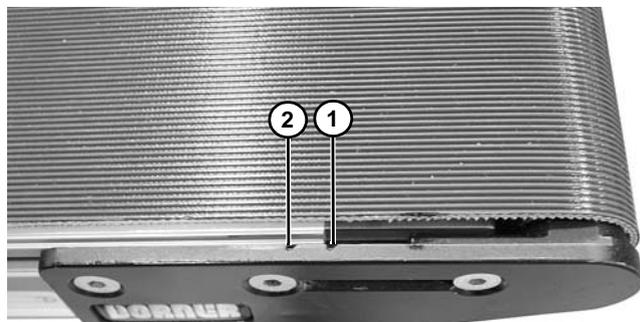

Figure 55
- Régler l'ensemble de plaque de tête de façon que le châssis du convoyeur soit aligné avec ou entre les marques de mise en tension (**Figure 55, élément 1 et 2**). Remplacer la bande si la tension correcte ne peut pas être obtenue lors de l'alignement de l'extrémité du châssis du convoyeur avec ou entre les marques. Voir REMARQUE.